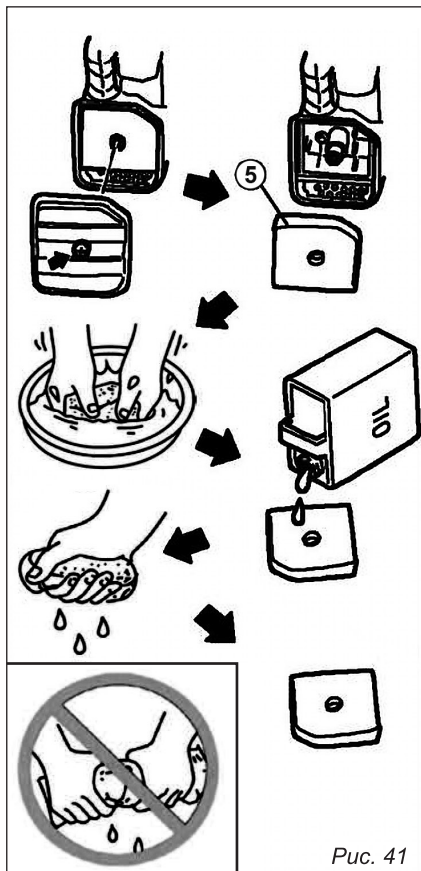

Рис. 41
При обнаружении любых дефектов фильтрующий элемент ⑤ заменить новым оригинальным, рис. 41.